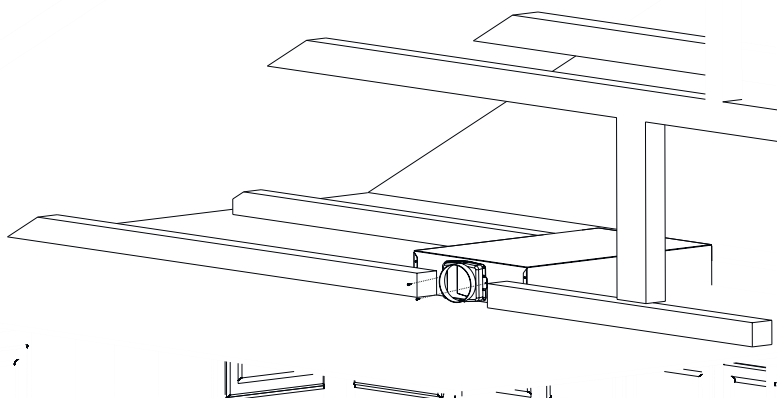

Fig. 15
3. ▶ Montera utsugsstosen på den sida av fläkten där utsugshålet valts med 2 x 3,5x9,5 skruvar (Fig. 15).